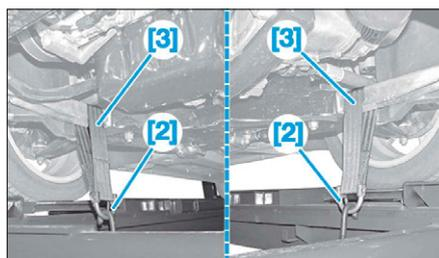

FIG. 5
- Engager les sangles [3] équipées de leurs manilles [2] sur le berceau avant (Fig.5).